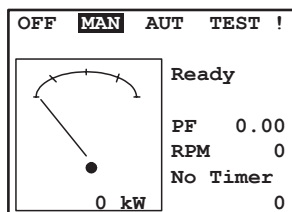

Рис. 7
- Вставьте ключ в замок зажигания **2** (Рис. 2) и поверните его. Нажимайте кнопки **1**, **2** (Рис. 3) выберите режим **«MAN» (РУЧНОЙ)** на дисплее высветится готовность к началу запуска (Рис. 7).
- После остановки двигателя и отображения состояния покоя на дисплее (Рис. 7) извлеките ключ из замка зажигания.